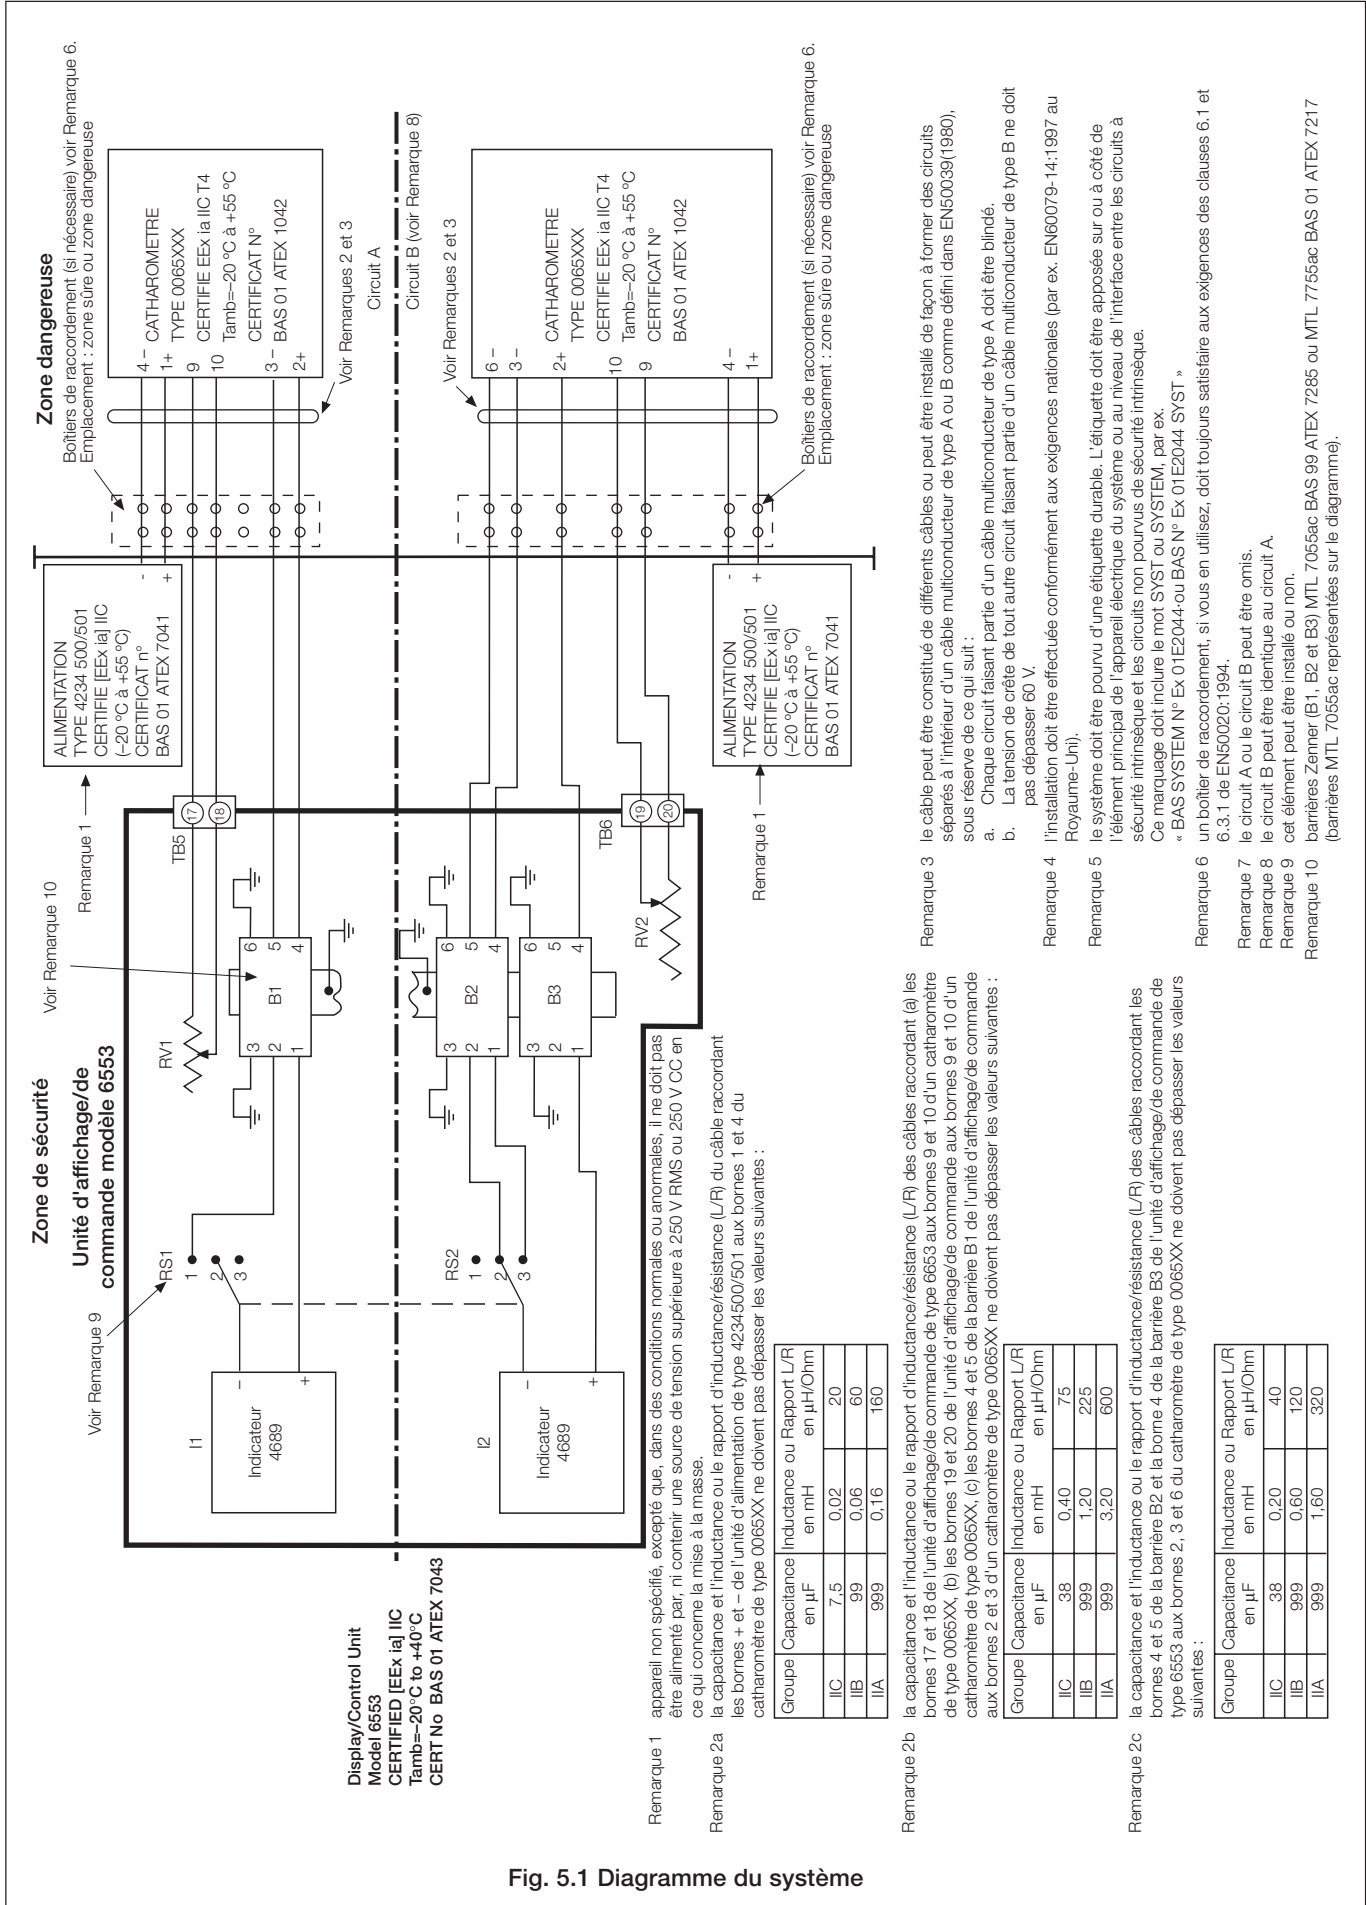

Fig. 5.1 Diagramme du système
## 5.1 Interconnexions électriques – Fig. 5.1
La Fig. 5.1 présente les exigences d'interconnexion de l'analyseur de gaz AK100, qu'il faut absolument respecter. Les exigences de câblage à suivre absolument sont également indiquées - voir Section 5.2.1.
Effectuez les connexions électriques conformément aux diagrammes de connexion des Fig. 5.1 et 5.3 et aux détails sur les câbles de la section 5.2.1.
Les câbles d'interconnexion entre les différentes unités du système d'analyse de gaz sont soumis à de strictes limitations en raison des exigences de la certification en matière de sécurité intrinsèque. Celles-ci sont énumérées ci-après et illustrées en détail à la Fig. 5.1.
Le choix des câbles est réduit par les limitations imposées par les paramètres de certification. Il faut veiller à ce que la spécification du câble utilisé obligatoirement pour les longueurs des interconnexions permette de ne pas dépasser les limites des paramètres de certification - voir Remarques 2a, b et c sur Fig. 5.1.
- 1) La capacitance totale et l'inductance ou le rapport d'inductance/résistance (L/R) total des câbles raccordant l'unité catharométrique aux bornes (TB2) de zone dangereuse de l'unité d'affichage et aux bornes de l'unité d'alimentation électrique (TB1) ne doivent pas dépasser les valeurs indiquées à la Fig. 5.1.